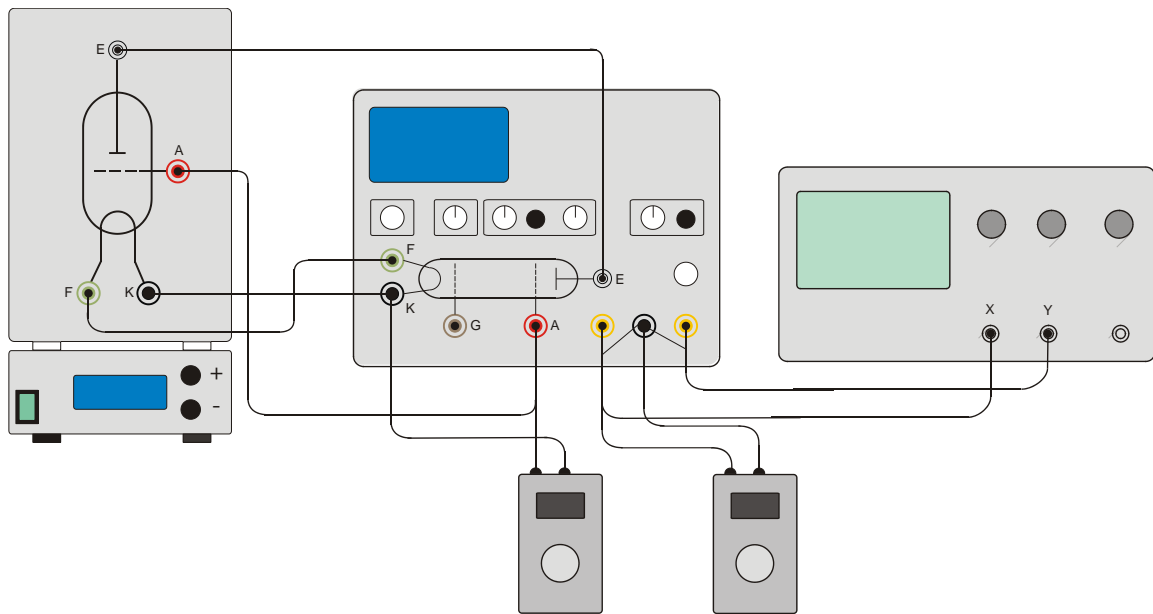

Fig. 3 Struttura sperimentale tubo di Franck-Hertz con 2 voltmetri digitali
- Collegare il voltmetro digitale all'uscita di segnale (U_x) e alla presa di terra (vedere fig. 3).